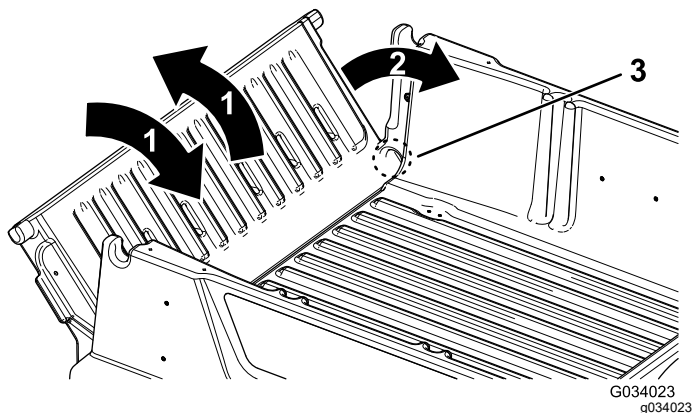

Figura 18
2. Ruotate la sponda posteriore in posizione di circa 45° (Figura 18).
3. Agitate con un movimento rapido per ruotare la sponda posteriore avanti e indietro più volte (Figura 18).